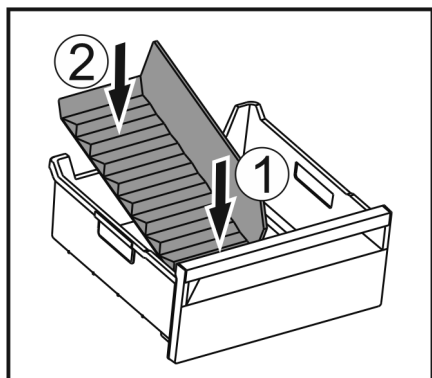

Fig. 115
- ▶ Установите переднюю часть разделителя отделения для льда. Fig. 115 (1)
- ▶ Опустите заднюю часть разделителя отделения для льда на дно выдвижного ящика. Fig. 115 (2)